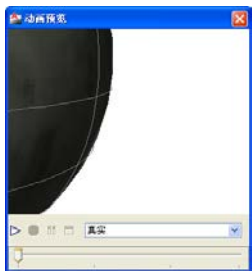

图 12.41 预览动画效果
(3) 在【相机】选项组中选中【路径】单选按钮,并单击【选择路径】按钮,切换到绘图窗口,单击绘制的圆作为相机的运动路径,此时将弹出【路径名称】对话框,保持默认名称,单击【确定】按钮返回到【运动路径动画】对话框。
(4) 在【目标】选项组中选中【点】单选按钮,并单击【拾取点】按钮,切换到绘图窗口,拾取原点(0, 0, 0)作为相机的目标位置,此时将弹出【点名称】对话框,保持默认名称,单击【确定】按钮返回到【运动路径动画】对话框。
(5) 在【动画设置】选项组中的【视觉样式】下拉列表中选择【真实】,在【格式】下拉列表中选择【WMV】。
(6) 单击【预览】按钮,预览动画效果,如图 12.41 所示。满意后关闭【动画预览】